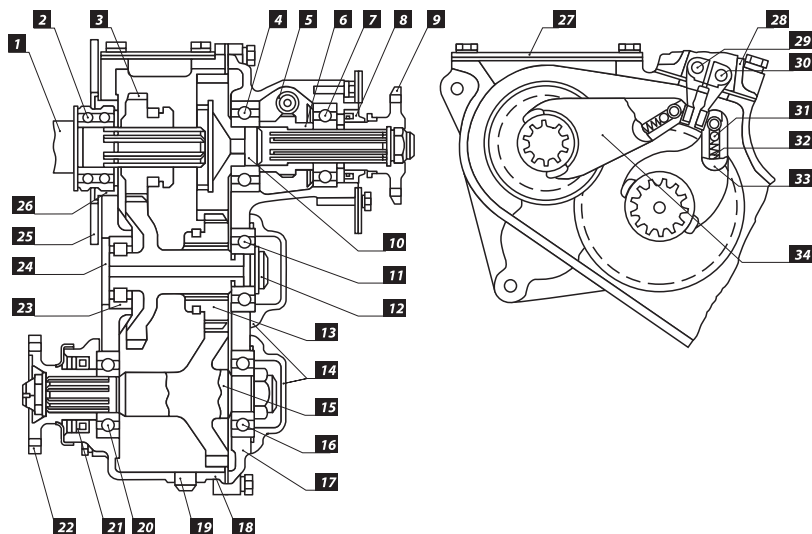

Рис. 1
❗ **ВНИМАНИЕ:** Перед снятием Раздаточной коробки (в дальнейшем РК) с автомобиля слейте масло, открутив гайку [19] (Рис. 1). Объём масла в РК – 0,8 л.
1. Открутите крепление переднего и заднего карданов к фланцам [9], [22] (Рис. 1).